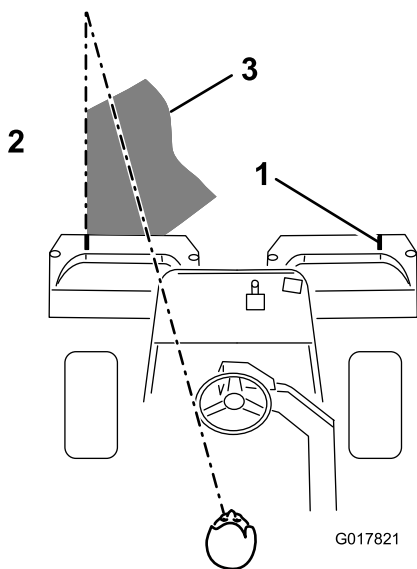

Bild 39
3. Wenn Sie zurückfahren, sollte der neue Mähgang den ersten ein klein wenig überlappen. Damit Sie in einer möglichst geraden Linie über die Grünfläche fahren können und einen gleichmäßigen Abstand zum zuvor gemähten Rasenstück einhalten können, sollten Sie sich eine imaginäre Sichtlinie ungefähr 1,8 bis 3 m vor der Maschine bis zum Rand des noch ungemähten Teils der Grünfläche vorstellen (Bild 39). Manche Leute finden es auch hilfreich, die äußere Kante des Lenkrads in die Sichtlinie mit einzubeziehen, d.h. sie halten das Lenkrad in einer Linie mit einem Punkt, der immer im gleichen Abstand von der Vorderseite der Maschine bleibt (Bild 39).